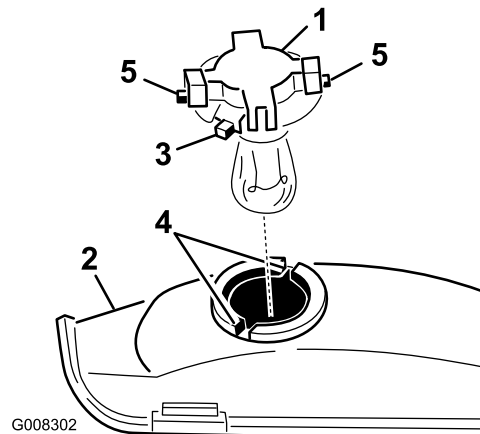

Bild 31
7. Drehen Sie die Birnenfassung um 1/4 Umdrehung nach links und nehmen die Birne aus dem Reflektor heraus (Bild 31).